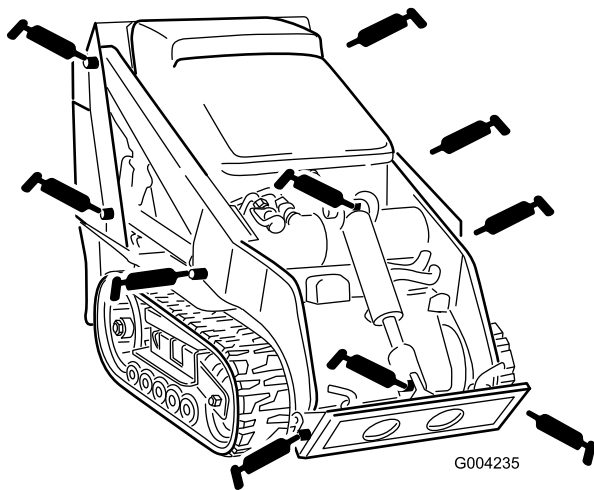
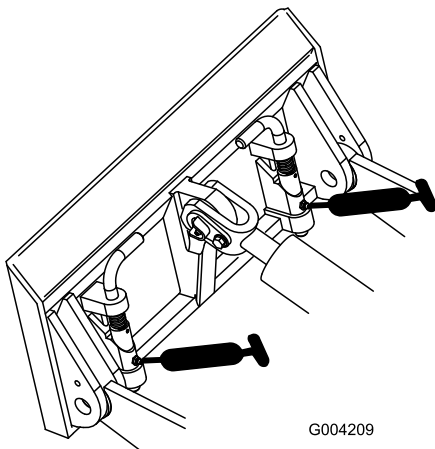

Bild 31
Bild 32
3. Setzen Sie die Fettpresse nacheinander an allen Nippeln an (Bild 31 und Bild 32).